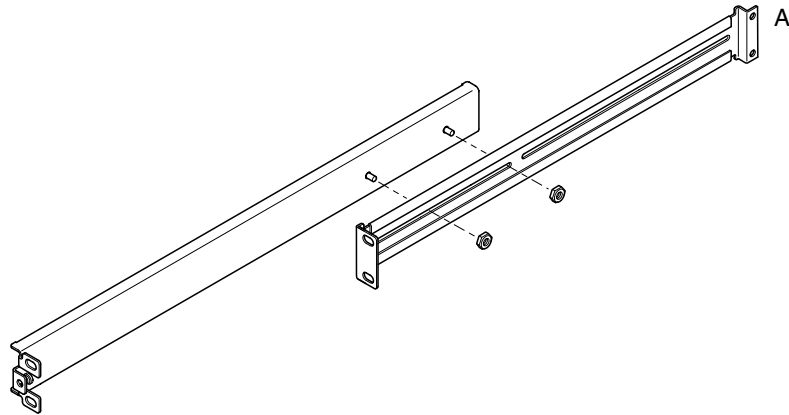

図 2-2 Sun StorEdge 用 72 インチ拡張ラックのスライド式取り付け具の位置
1. 設置するラックの適切な位置にスライドの端の二段に曲がった部分 (A) がくるように、スライドの 2 つの部品の位置を合わせます。
- Sun StorEdge 用の高さ 72 インチ (幅 19 インチ) の拡張ラックでは、二段に曲がった部分 (A) がラックの背面側になります (図 2-2 を参照)。